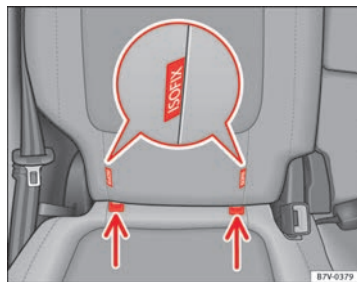

Fig. 27 Versione 2: identificazione dei punti di ancoraggio per il seggiolino sul sedile del veicolo.
- Incastrare il sedile per bambini sugli anelli di sostegno ⇒ fig. 27, nel senso della freccia. Il seggiolino deve incastrarsi in modo sicuro e udibile.
- Collocare il seggiolino sulla seduta e agganciare i ganci delle cinture di fissaggio negli anelli di fissaggio ⇒ fig. 27.